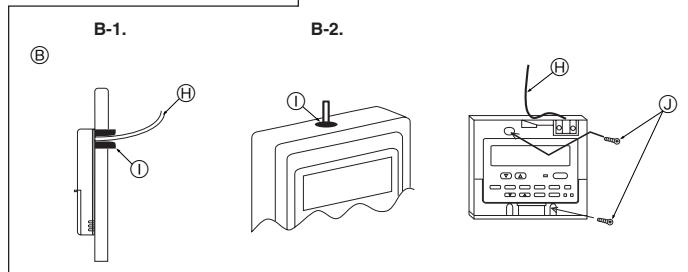

Fig. 9-3
- ④ Perfil do controlo remoto
- ⑧ Folgas exigidas à volta do controlo remoto
- ⑤ Ponto de instalação
- (2) Vede a entrada de serviço do fio do controlo remoto com betume para evitar a invasão possível de gotas de condensação, água, baratas e vermes. (Fig. 9-3)